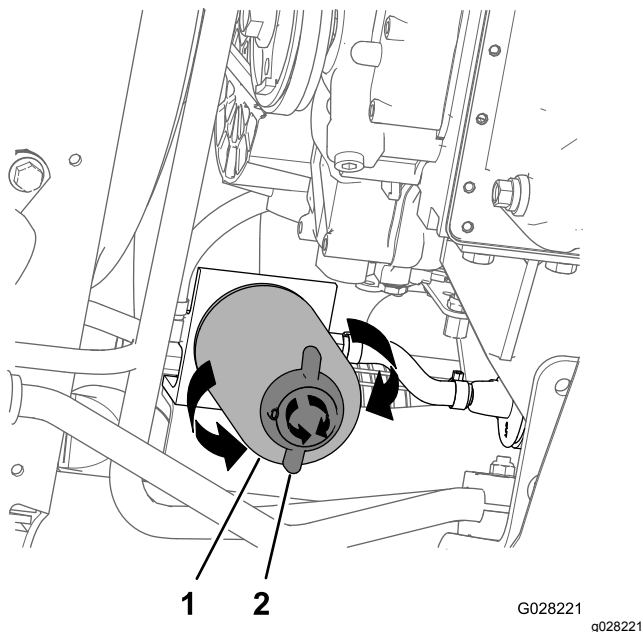

Figura 77
4. Alinhe um recipiente de escoamento debaixo do filtro do combustível; consulte Figura 77 na Substituição do filtro separador de água \(página 64\).
2. Coloque um recipiente de escoamento por baixo do filtro separador de água (Figura 77).
4. Limpe a área em torno do recipiente do filtro separador de água e da montagem do adaptador do filtro (Figura 77).
5. Retire o filtro separador de água (Figura 77).
9. Certifique-se de que a válvula de drenagem na parte inferior do filtro separador de água é rodada no sentido dos ponteiros do relógio com firmeza (Figura 77).
3. Rode a válvula de drenagem na parte inferior do recipiente do filtro separador de água no sentido contrário ao dos ponteiros do relógio (Figura 77).